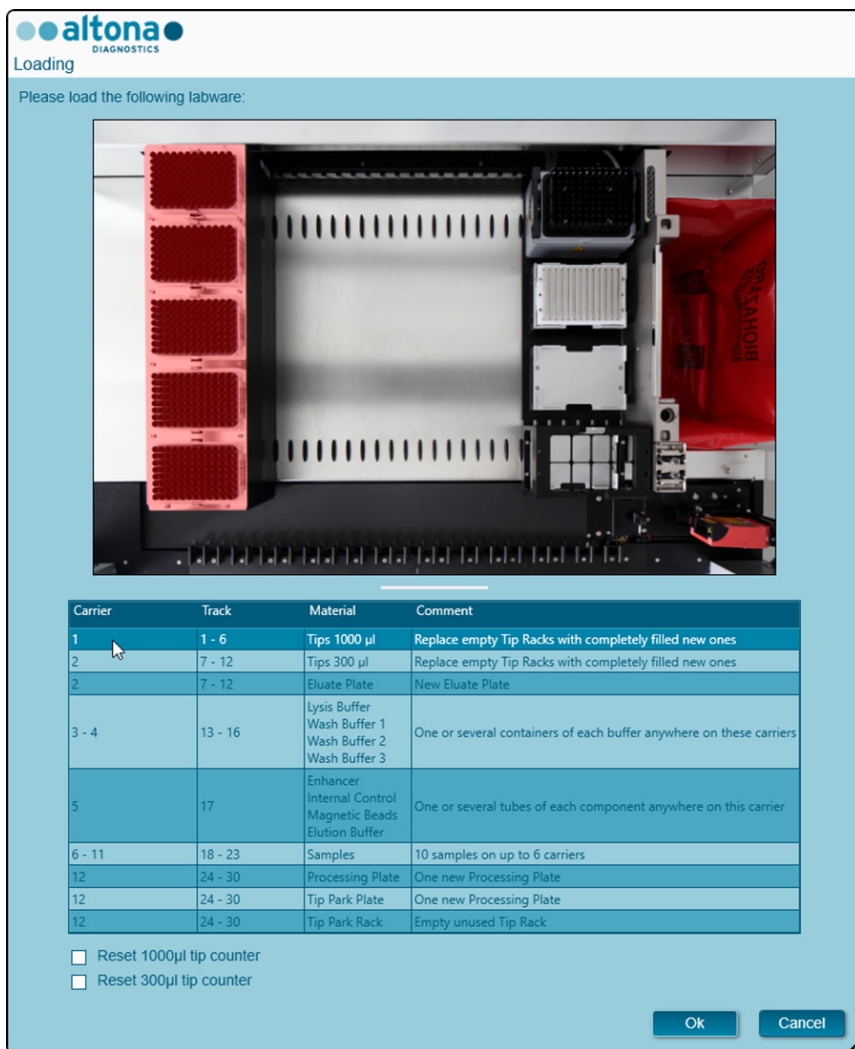

Figura 10: Cuadro de diálogo Loading (carga)
1. Haga clic en el botón **Start Run** (iniciar serie) en la barra de herramientas de la pantalla Start Purification Run (iniciar serie de purificación) para mostrar el cuadro de diálogo **Loading** (carga) (consulte la Figura 10).